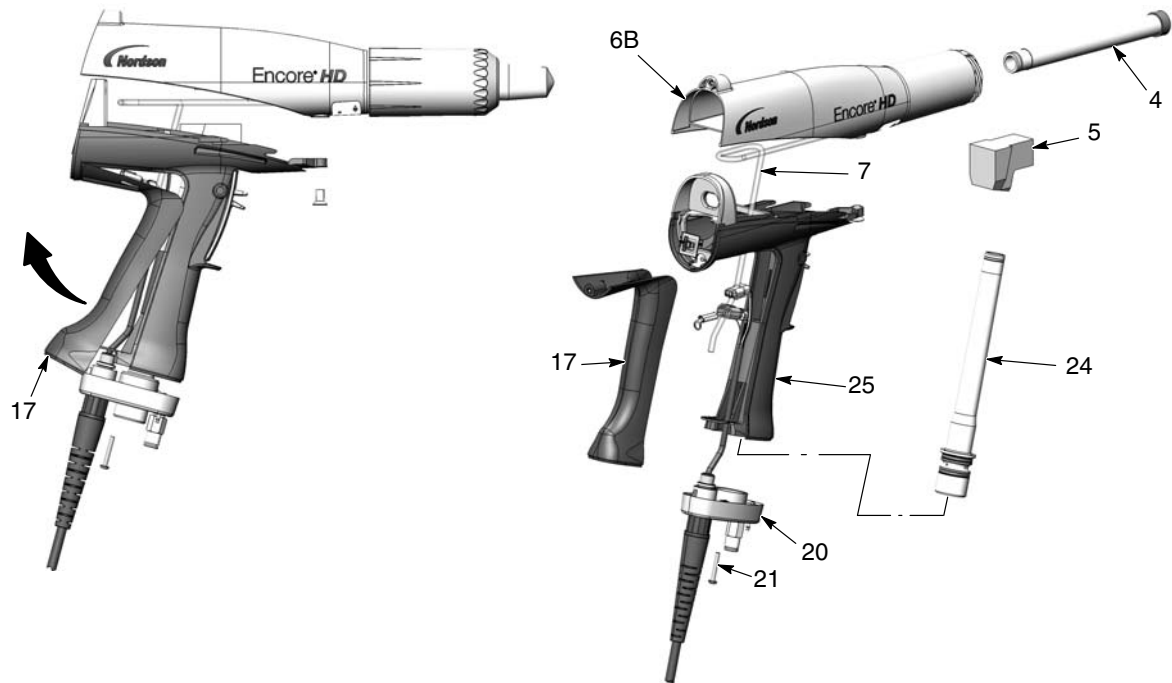

Figura 6-5 Înlocuirea căii de admisie a pulberii
2. Vezi Figura 6-5. Îndepărtați cotul (5) de la țeava de admisie (24).
3. Scoateți cele două șuruburi M3 x 20 (21) de la baza mânerului (20).
4. Trageți baza de pe mâner, apoi basculați partea inferioară a suportului de împământare (17), ridicând-o și îndepărtând-o de mâner, apoi demontați-o. Lăsați firul de împământare conectat la suportul de împământare.
5. Apăsăți tubulatura de admisie (24) în sus și scoateți-o din bază, apoi deplasați baza, îndepărtând-o și trageți tubulatura de admisie pentru a o scoate din mâner.
6. Apăsăți tubulatura de evacuare (4) din partea frontală a corpului pistolului (6B).
1. Vezi Figura 6-5. Montați tubulatura pentru evacuare (4) în corpul pistolului (6B), cu capătul tubului la același nivel cu capătul pistolului.
2. Montați tubulatura de admisie (24) în mânerul (25), apoi montați capătul tubulaturii în baza mânerului (20).
3. Apăsăți baza mânerului aproape de mâner, apoi agățați capătul superior al suportului de împământare (17) în corp și rotiți-l pe mâner. Verificați ca firele cablului să nu fie ciupite sau prinse în timpul reasamblării.
4. Montați baza mânerului pe mâner și suportul de împământare și fixați-o cu cele două șuruburi M3 x 20 (21).
5. Montați cotul (5) pe tubulatura de admisie, cu capătul orientat către partea din față a pistolului, așa cum este prezentat.